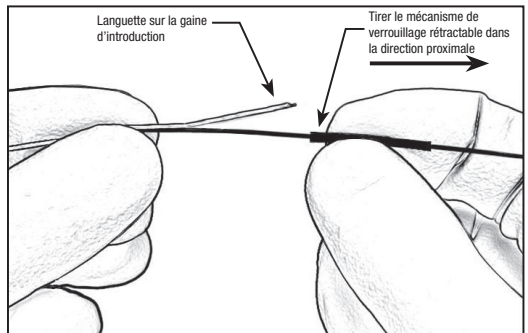

Figure 3 – Tirer le mécanisme de verrouillage rétractable dans la direction proximale
16. Maintenir le dispositif en position immédiatement distale par rapport au mécanisme de verrouillage rétractable et tirer le verrou rétractable de manière proximale afin de faire apparaître la languette de la gaine d'introduction. Voir la Figure 3.